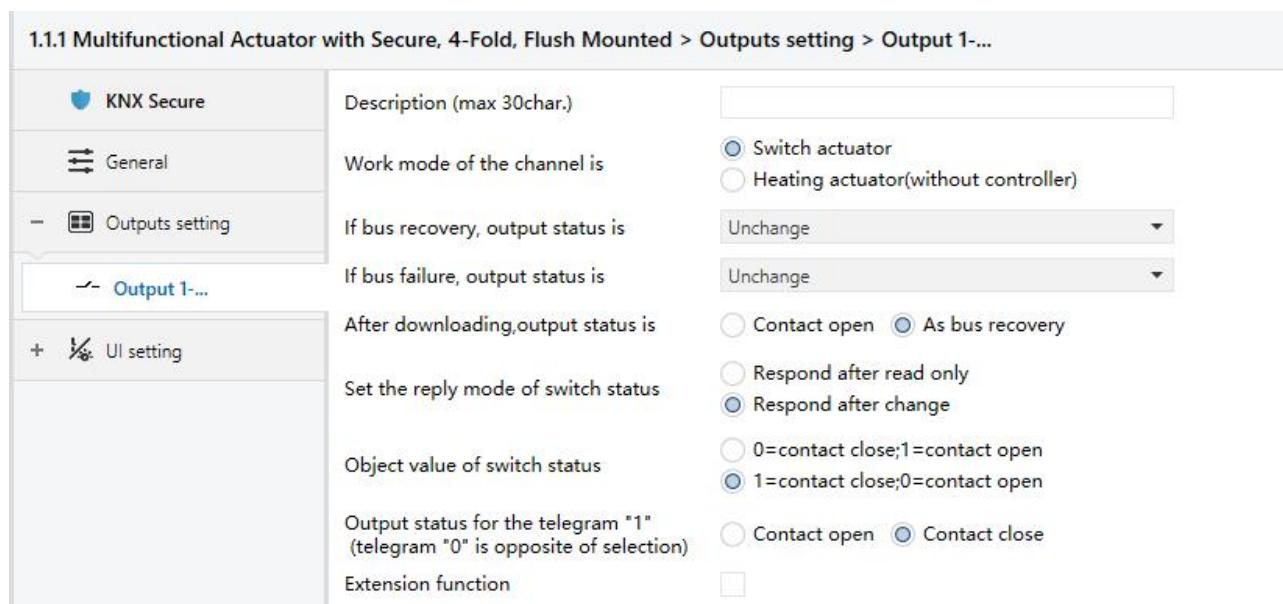
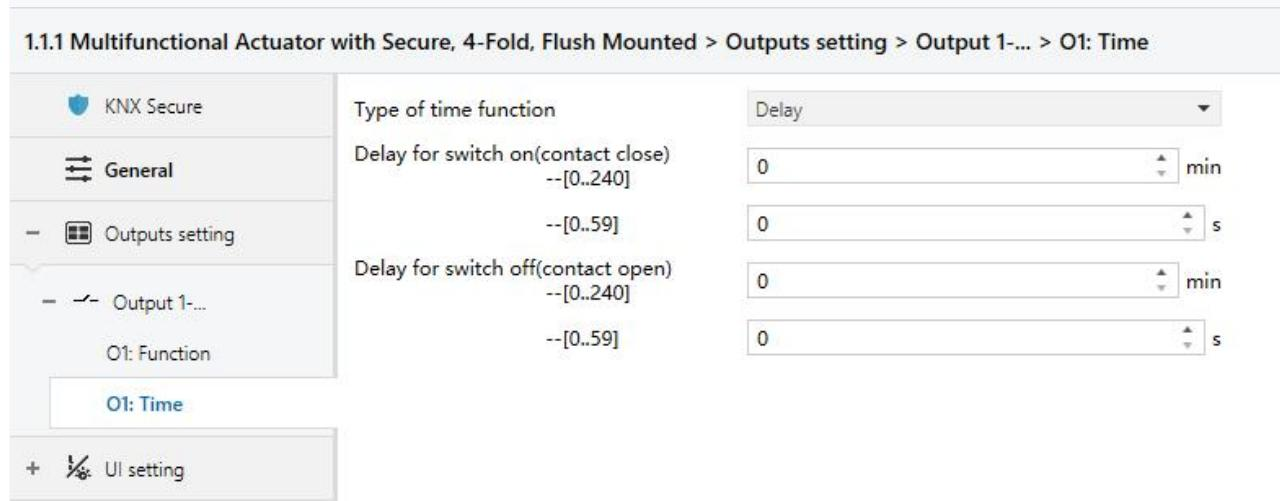

图 4.4.1(1) 参数设置界面 “Output X Switch”
图 4.4.2 参数设置界面“Output X: Time - Delay”
“Output X Switch”参数设置界面如图 4.4.1 (1) 所示。该界面的设置作用于继电器的整个通道，除了设置常用的开关功能，还可设置系统上电和开关状态的报告等。
该参数是启用该通道特殊功能的总开关，选择使能时参数设置界面“Output X: Function”将出现，在这个界面通道的所有特殊功能可单独进行使能或不使能，如图 4.4.1(2)所示。
该界面在图 4.4.1(2)“Output X: Function”中的参数“Function of “Time””选择使能时可见，如图 4.4.2 所示，同时对象“Enable time function”可见，用于禁止时间功能，禁用时间功能之后，清除当前时间功能计时，停止运行，忽略掉延时后的执行动作。